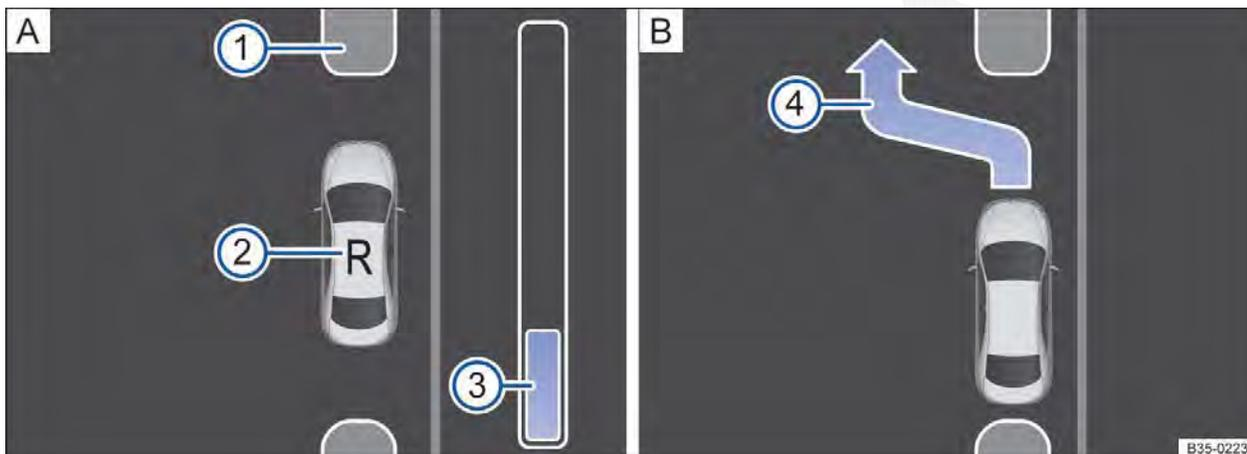

Fig. 165 No display do instrumento combinado: sair da vaga de estacionamento ao longo da pista. A: manobrar, B: sair da vaga de estacionamento.
Legenda para Fig. 165:
6.	Conduzir em marcha a ré até o sinal de alerta contínuo do Park Pilot, OU: até que apareça a solicitação para conduzir para frente no display do instrumento combinado. A barra de evolução ⇒ Fig. 165  A serve como exibição da distancia a ser percorrida ⇒ Página 242.